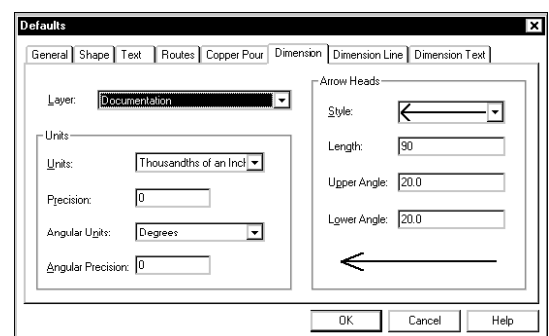

Рис. 2. Настройка параметров размеров по умолчанию.
4. Выполним команду меню Setting | Defaults и в появившемся диалоговом окне Defaults перейдем на закладку Dimension (рис. 2).